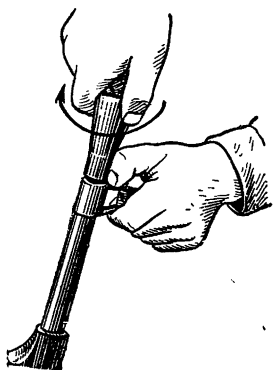

Рис. 16. Отделение пламегасителя
4) свинтить пламегаситель. Поставить ствол в вертикальное положение, большим пальцем левой руки утопить фиксатор пламегасителя в основание мушки, правой рукой свинтить пламегаситель (рис. 16).